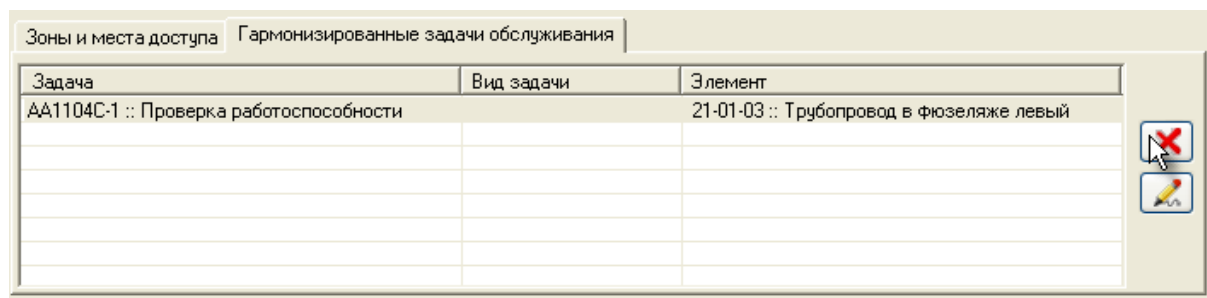

Рис. 2-78
3. На вкладке **Гармонизированные задачи обслуживания** выделите задачу обслуживания, у которой нужно удалить статус «Гармонизировано», и нажмите на кнопку **Удалить** (рис. 2-78).